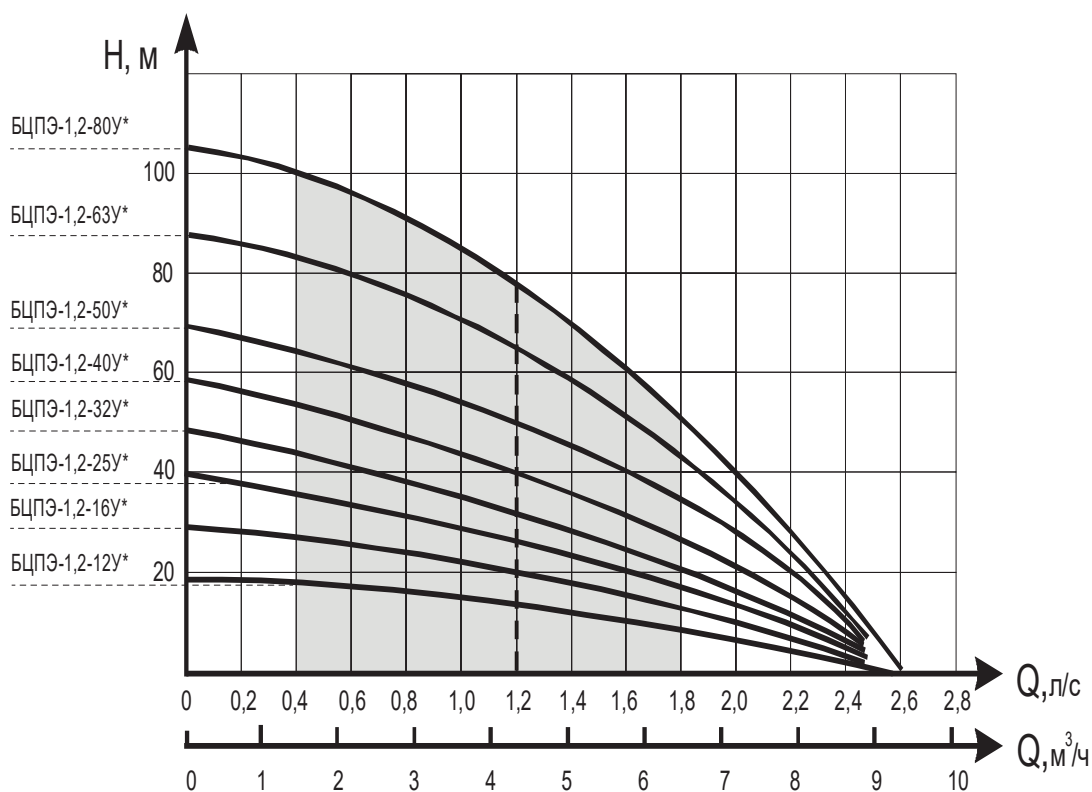

Рис. 2 Напорные характеристики электронасосов
- соединить электронасос с помощью переходников с напорным трубопроводом не менее 1¼ дюйма (см. рис. 4) для обеспечения объёмной подачи (см. рис. 2);